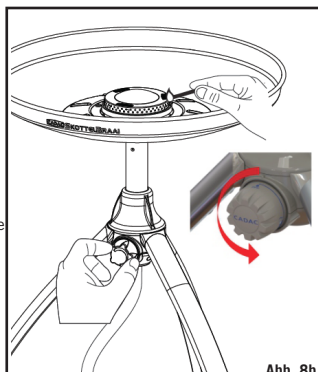

Abb. 8b
- Um das Gerät anzustellen, zünden Sie ein Streichholz oder Grillanzünder an. Öffnen Sie das Kontrollventil (K) ein wenig, wie unter „Allgemeines“ beschrieben, und zünden Sie den Brenner (G) an. Bei Kaltstart kann das Gerät von oben angezündet werden (siehe Abb. 8b), bevor die gewünschte Kochfläche auf die Brennerpfanne (F) aufgesetzt wird.